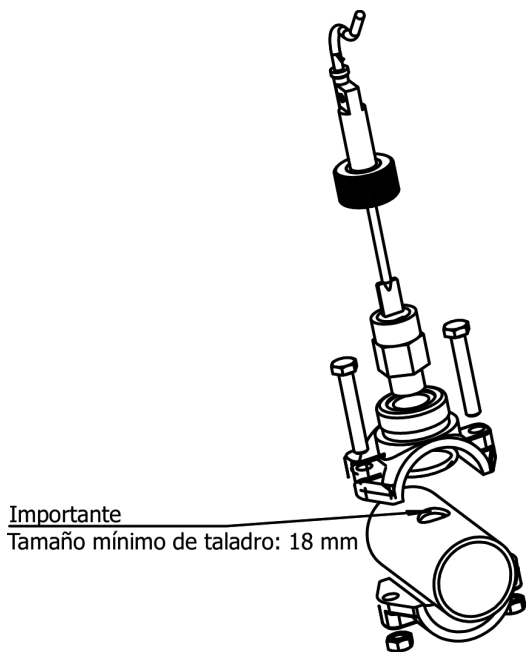

Fig. 10a
2. Instalar el detector de flujo (interruptor flujo) suministrado siempre de forma vertical en el collarín (Fig. 10a).